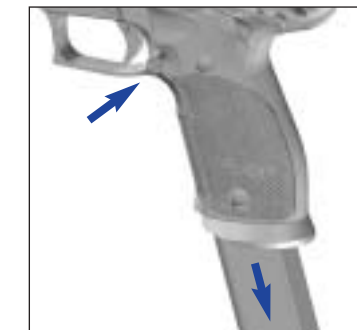

Abb. 2
2. Magazinhalter 42 betätigen und Magazin entfernen (Abb. 2).